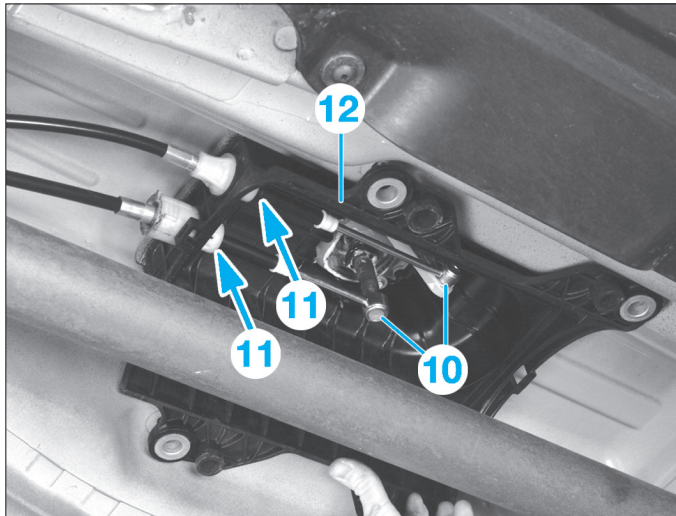

Fig. 5
- Dégrafer les câbles des rotules (10) (Fig.5).
- Comprimer les agrafes (11) afin de sortir les câbles du boîtier de commande des vitesses (12).
- Déposer le boîtier de commande des vitesses (12).